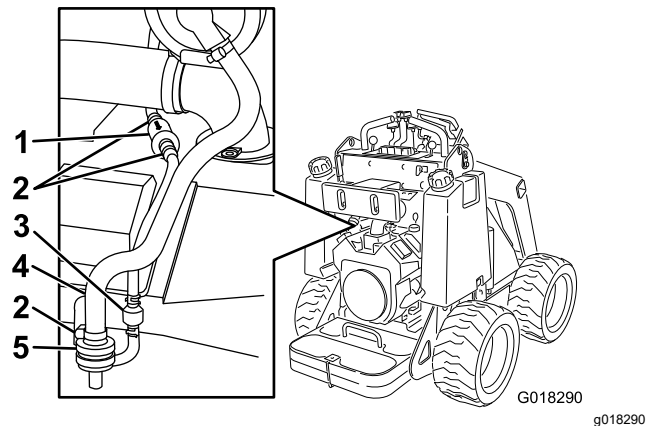

Рисунок 22
- Ослабьте шланговый хомут над воздушным фильтром с угольным элементом (Рисунок 22).
- Снимите и удалите в отходы воздушный фильтр (Рисунок 22).
- Установите новый фильтр в шланг и зафиксируйте его шланговым хомутом (Рисунок 22).
3. Переместите шланговые хомуты пружинного типа с обеих сторон фильтра линии продувки с угольным элементом в стороны от фильтра (Рисунок 22).
4. Снимите и удалите в отходы фильтр линии продувки (Рисунок 22).
5. Установите новый фильтр в шланг так, чтобы стрелка на фильтре была направлена в сторону обратного клапана, и зафиксируйте его шланговыми хомутами (Рисунок 22).